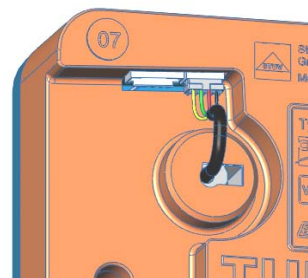

Bild 9
7. Führen Sie das Kabel durch das Schloss (Bild 9).
10. Stecken Sie das Verbindungskabel in den rechten Stecker (4-polig) (Bild 9)